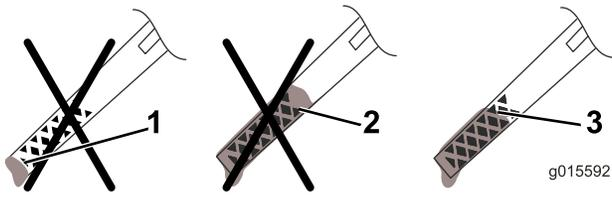

Figura 10
5. Para determinar o nível de óleo adequado na vareta, consulte Figura 10.
Nota: Encha o cárter do motor com óleo até a vareta indicar que o nível de óleo do motor está correcto, como indicado em Figura 10. Se encher demasiado o motor com óleo, retire o óleo em excesso, tal como indicado em Mudança do óleo do motor (página 12).